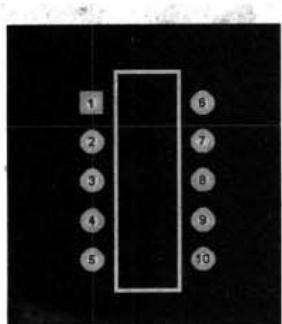

图 17-9 绘制元件的外形轮廓
- (7) 在工作区底部单击 TopLayer 选项卡，将工作界面切换到顶层，执行菜单命令 Place|Track，或者单击绘图工具栏上的按钮 。
- (8) 光标变成十字形，在工作区内画出元件封装的外部轮廓，如图 17-9 所示。